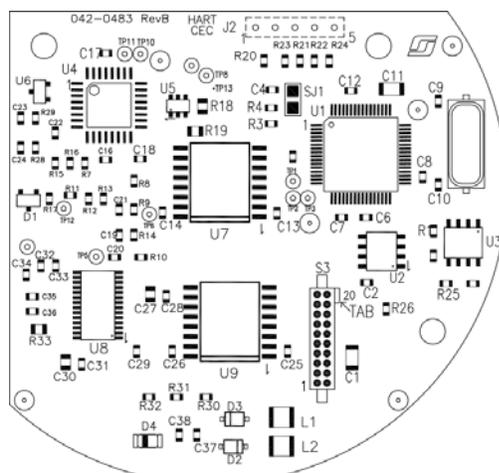

Figura 4-22: Conexión del circuito de la tarjeta de expansión de comunicaciones (CEC) opcional
1. Desatornille el tornillo de fijación y la tapa de la carcasa, luego tire del conjunto del circuito del LCD/de la CPU de los cuatro (4) separadores.
2. Conecte el conector hembra de 20 patillas del circuito de CEC (S3) en el conector macho de 20 patillas (P3) del circuito de la CPU (consulte la Figura 4-22: Conexión del circuito de la tarjeta de expansión de comunicaciones \(CEC\) opcional para conocer más detalles).